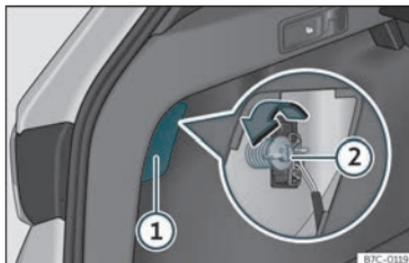

Fig. 49 Coffre à bagages : accès à la vis de fixation du feu arrière.
- Enlevez le cache à l'aide du tournevis à tête plate au niveau de l'évidement»» fig. 49 ①.
- Dévissez à la main ou à l'aide d'un tournevis la vis de fixation du feu»» fig. 49 ②.